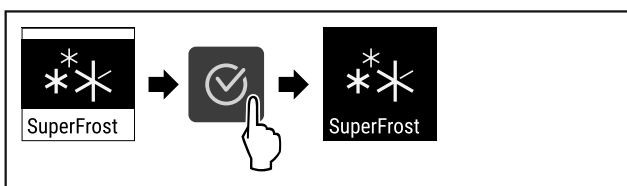

Fig. 66
- ▶ Провести етапи операцій (див. Fig. 66) .